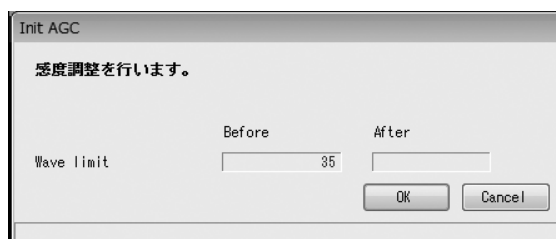

図3-64
- ① メニューの「Diag/Service (T)」をクリックし、「Calibration」のドロップダウンリストの中から「Init AGC」を選び再度クリックします。
- ② 次のウィンドウ（図3-64）が表示されます。流体を完全に停止させた後「OK」ボタンをクリックしてください。
- ⑥ 「OK」ボタンをクリックすると、図3-64 のウィンドウに戻りますので、「Cancel」ボタンをクリックし、「Init AGC」を終了してください。